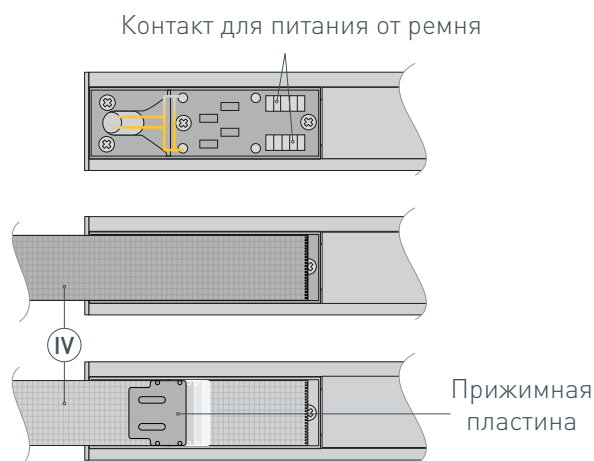

Рис. 3. Установка токопроводящего ремня (V). Вид сверху
- 4 / Закрепите токопроводящий ремень (IV) на неполяризованной пластине с помощью прижимной пластины из комплекта фиксатора токопроводящего ремня (V), как показано на рис. 3. Расположение токопроводящих жил в ремне должно совпасть с контактами на пластине для питания от ремня. **ВНИМАНИЕ! Токопроводящие жилы не изолированы.** Установите верхнюю фиксирующую пластину из комплекта фиксатора токопроводящего ремня (V) на неполяризованную пластину.